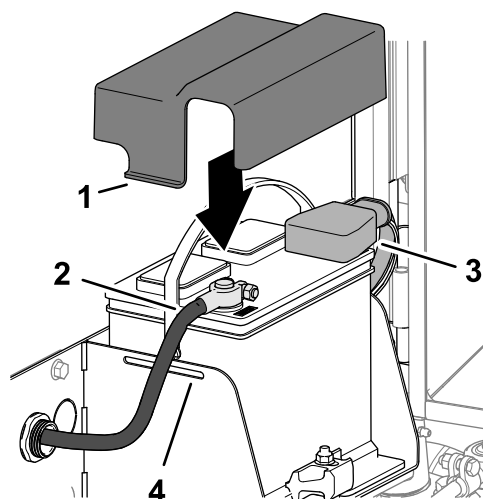

Figure 97
1. Branchez le câble positif (rouge) de la batterie sur la borne positive (+) de la batterie (Figure 97).